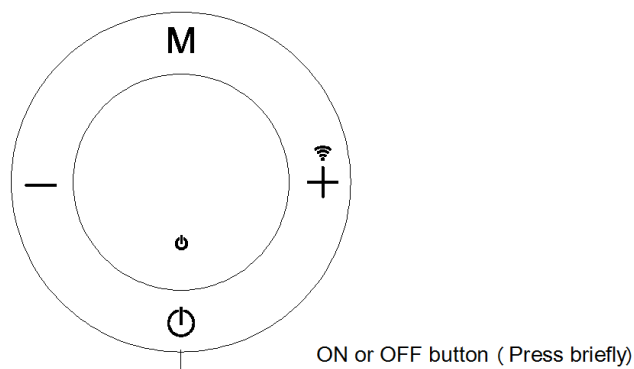
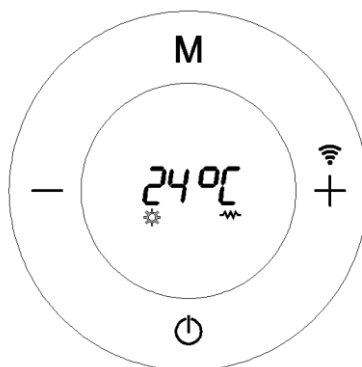
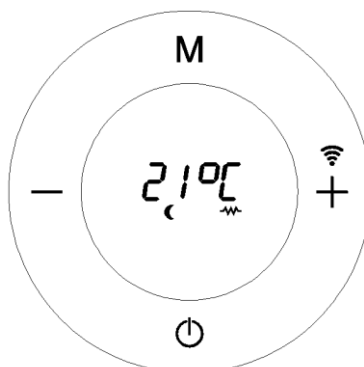
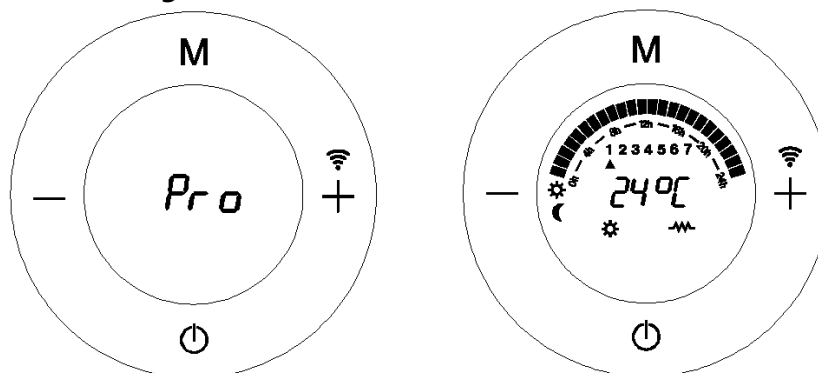

Fig. 9
Fig. 10
Fig. 11
Fig. 12
Appuyez sur  (Fig. 9) pour démarrer l'appareil et l'écran affichera un des quatre modes indiqués ci-dessous. (Fig. 10, Fig. 11, Fig. 12)
1. Mode Confort. (Fig. 10)
2. Mode Économie. (Fig. 11)
3. Mode Programmation : (Fig. 12)